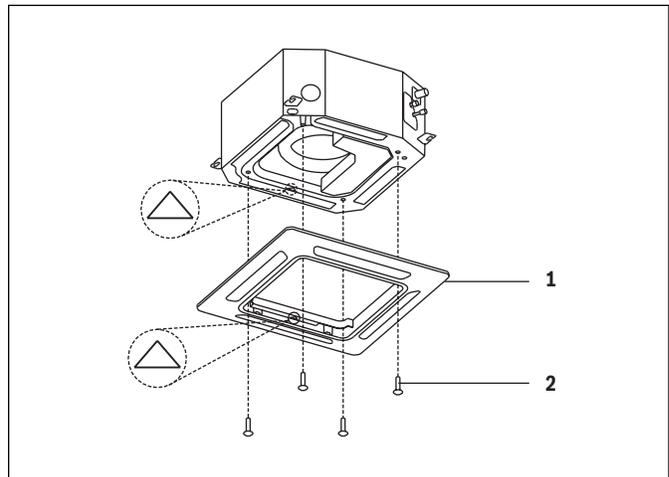

Figura 47
- ▶ Fije el panel decorativo a la unidad con los tornillos suministrados como se muestra en la figura 47.